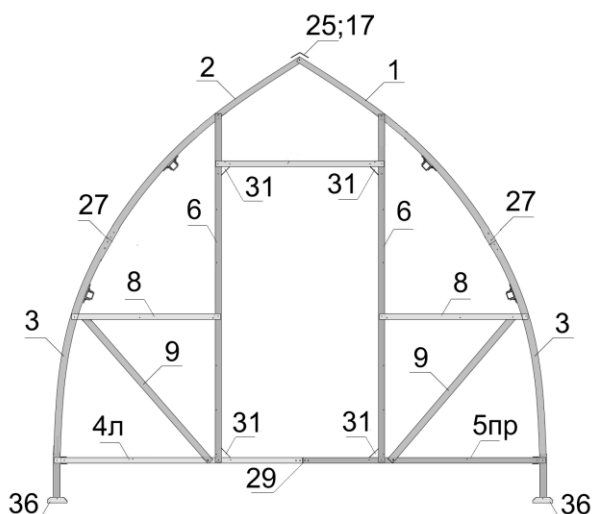

Рис. 1 Торец
присоедините торцевые дуги № 3 (рис. 1;6).
Присоедините нижнюю обвязку торца к дугам №3 (рис.1).
Верх стойки дверного проёма №6 присоедините к деталям №№1 и 2, соедините перемычкой дверного проёма №7, а внизу стойки присоедините к обвязке торца №4 и №5 (рис.1; 8; 9; 10). Посередине дверного проема, к стойке №6, присоедините обжатый конец средней поперечины №8. Конец с вырубленной средней полкой детали №8 присоедините к дуге №3. К средней поперечине торца № 8 и нижней обвязке торца №4 и №5 присоедините укосины торца №9.
3.1.8. Поверните торец внутренней стороной теплицы к верху и произведите крепление деталей №8, №9, стоек дверного проёма №6 и перемычки №7 вместе с косынками №31(рис. 1; 9).